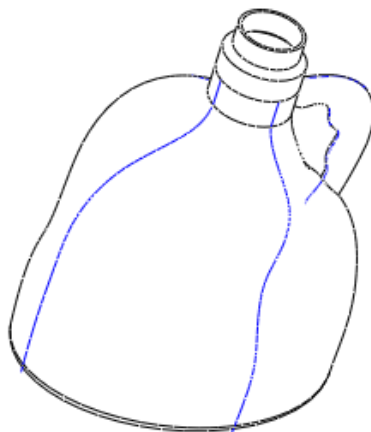

图 45-24
- (1) 单击特征工具栏中的按钮 ，打开壳特征操控板，设定壳厚度为 2。
- (2) 选择瓶口端面为开口面(也称移除面)，单击  按钮，完成壳特征的建立，如图 45-24 所示。